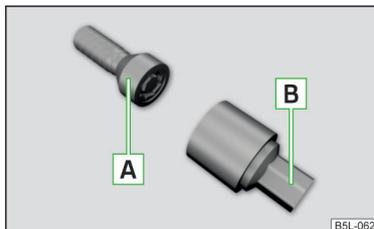

Abb. 322
Die Anti-Diebstahl-Radschrauben schützen die Räder vor einem Diebstahl. Diese lassen sich ausschließlich mit dem Aufsatzstück **B** » Abb. 322 **lösen/festziehen**.
- » Den Radschlüssel bis zum Anschlag auf die Radschraube stecken. Für die Anti-Diebstahl-Radschrauben das zugehörige Aufsatzstück verwenden » Abb. 322 auf Seite 303.